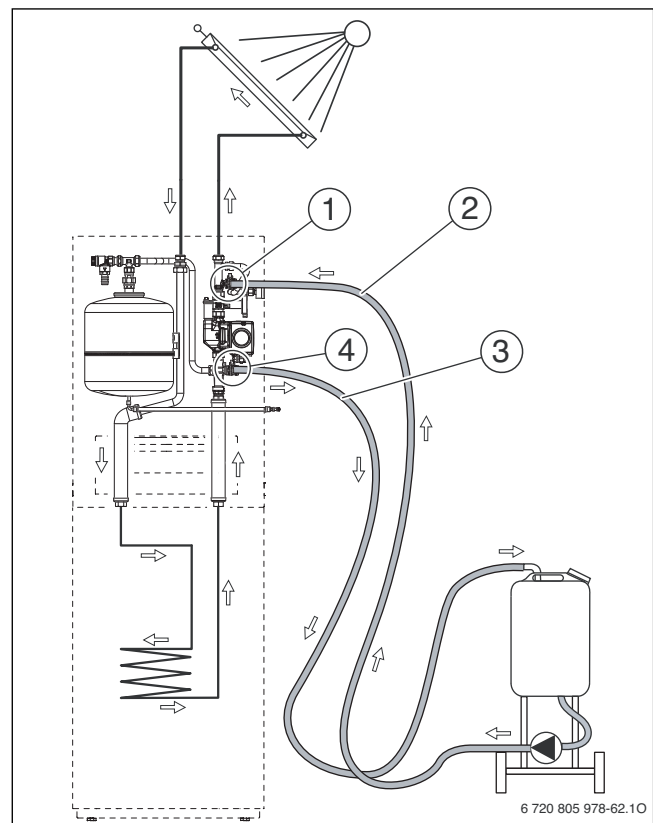

Bild 234 Befüllen der Solaranlage
► Befülleinrichtung, wie in Bild 234 dargestellt, anschließen.
► Füll- und Entleerhähne (→ Bild 234, [1] und [4]) öffnen.
► Während des Spülens den Füll- und Entleerhahn am Durchflussbegrenzer (→ Bild 234, [4]) mehrmals kurzzeitig drosseln und anschließend schnell komplett öffnen. Dadurch können sich gestaute Luftblasen in der Rohrleitung lösen.